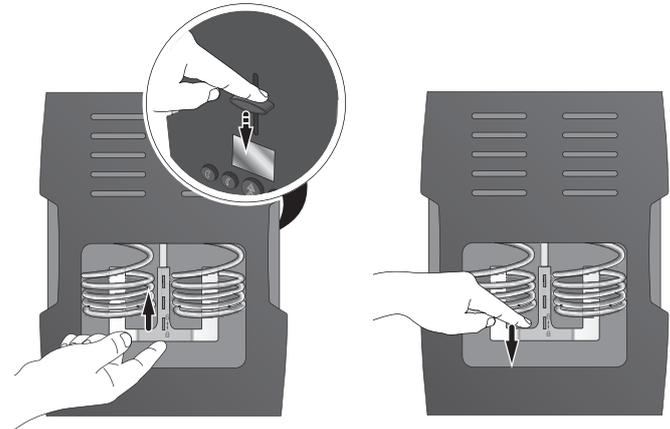

Abb. 10: (a) Wurstauflage entnehmen (b) Wurstauflage einsetzen
5. Entnehmen Sie die Wurstauflage (Abb. 10 a): Fixieren Sie dazu den Schieber der Wurstauflage und heben Sie den oberen Winkel an der Wurstauflage an. Sie können die Wurstauflage nun entnehmen.
10. Setzen Sie die Wurstaufgabe wieder ein (Abb. 10 b). Führen Sie dazu die Flügel der Wurstaufgabe von unten in die Heizspiralen ein. Arretieren Sie die Wurstaufgabe, indem Sie die Rastnasen am Heber in die Aussparungen an der Wurstaufgabe einsetzen. Ziehen Sie die Wurstaufgabe nach unten. Kontrollieren Sie den festen Sitz der Wurstaufgabe.